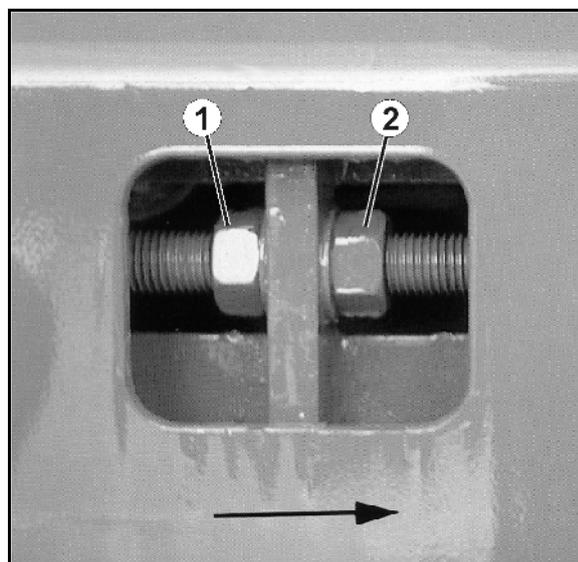

Fig. 78
1. In Fahrtrichtung gesehen (siehe Pfeil) beidseitig hintere Kontermuttern (Fig. 78/1), durch Linksdrehen lösen.
2. In Fahrtrichtung gesehen (siehe Pfeil) beidseitig Muttern (Fig. 78/2) gleichmäßig nach links drehen.
Der Verstellweg der Mutter (Fig. 78/2) muss auf beiden Seiten des Bandbodens gleich groß sein. Beide Muttern (Fig. 78/2) nicht mehr als  $\frac{1}{2}$  Schlüsselumdrehung verdrehen. Kontermuttern festziehen und prüfen, ob das Förderband wieder gleichmäßig angetrieben wird.